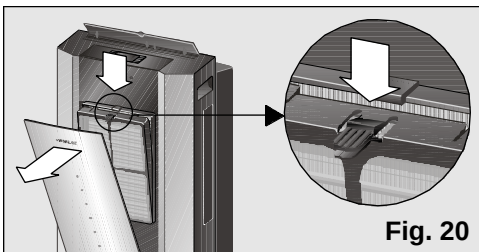

Fig. 20
Todos los modelos disponen de un filtro base de aire que es necesario limpiar con el paso del tiempo, **Fig. 19**. Para ello sólo es necesario presionar el clip situado en la parte superior y sacarlo de su alojamiento, **Fig. 20**. Para lavarlo basta con pasarlo por agua corriente, secarlo y volverlo a instalar.
- Sacar el filtro base del equipo, Fig. 20.